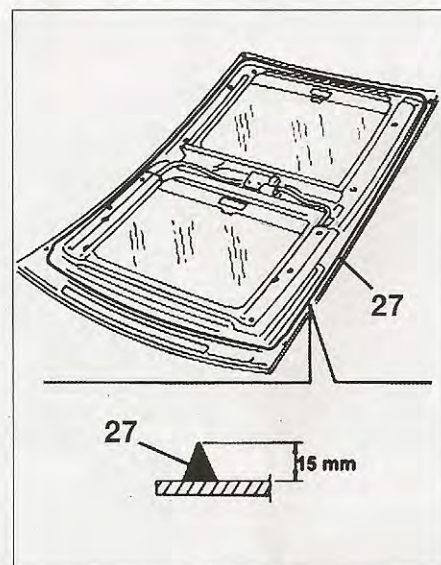

FIG. 64
- Con una pistola neumática, extrusionar un cordón de masilla (27) a lo largo del portador del techo deslizante lo más uniformemente posible (fig. 64).